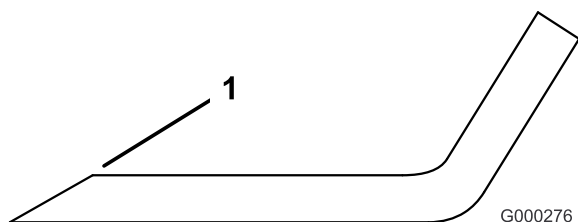

Figure 78
1. Au moyen d'une lime, aiguiser les tranchants aux deux extrémités de la lame (Figure 78). Veillez à conserver l'angle de coupe d'origine. Limez la même quantité de métal sur chacun des deux tranchants pour ne pas déséquilibrer la lame.